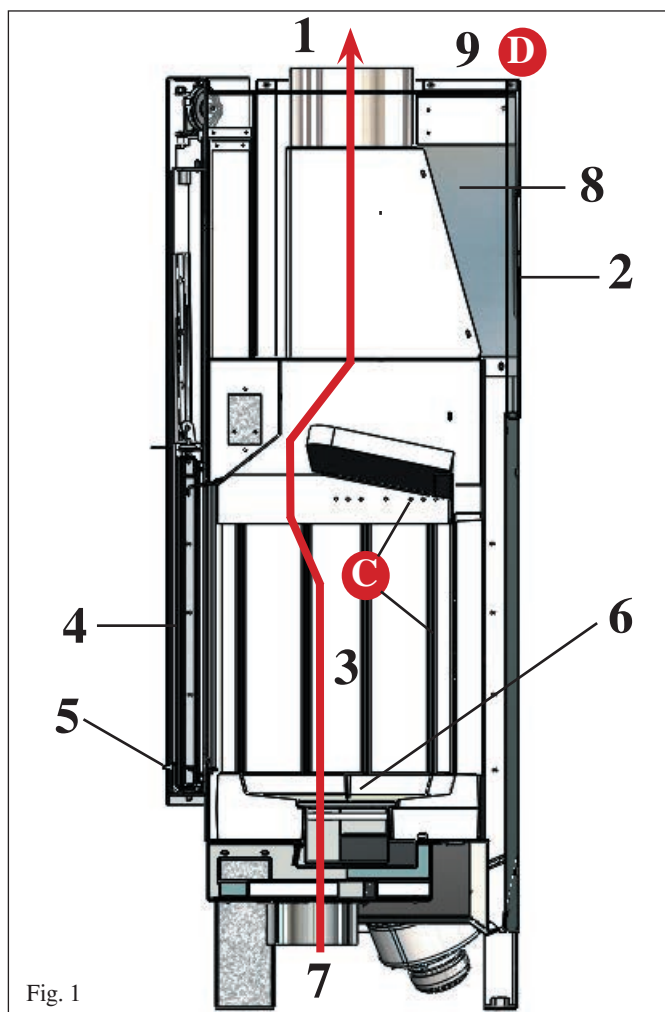

Fig. 1
et de nettoyage de la vitre pénètre à travers un conduit (7 - fig. 1), par le bas de la cheminée, se réchauffe le long des parois du foyer, et sort par le conduit présent dans la partie supérieure du foyer. La quantité d'air primaire est réglable au moyen d'un petit levier (L - fig. 3) situé sous la porte.
pénètre dans le foyer à travers les trous présents à l'intérieur du foyer. L'air pénètre à travers un conduit (7 - fig. 1), par le bas de la cheminée, se réchauffe sur l'arrière du foyer, en raison du fort rayonnement auquel il est soumis, puis sort par une série de trous.
**LÉGENDE : (fig. 1)**
- 9) sortie de l'air chaud dans l'atmosphère (D)**